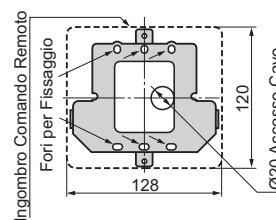

Fig.1
2. Usare la staffa metallica di fissaggio alla parete come dima per segnare e praticare 3 fori alla parete di sostegno, posizionando il foro d'accesso dei cavi come mostrato in Fig. 1.